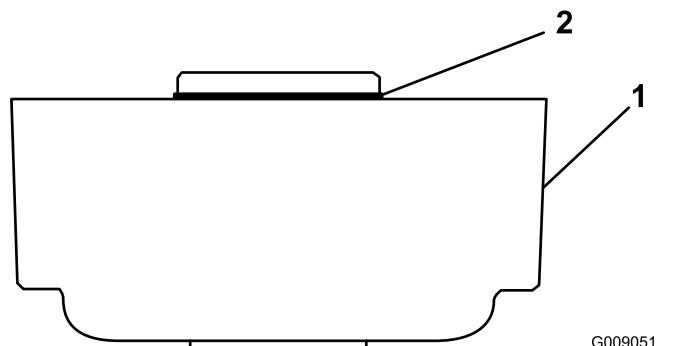

図 5
5. Model 03668 ローラブラシ・キットの場合には、ローラブラシハウジングに黄色の O リングをはめる図 5。